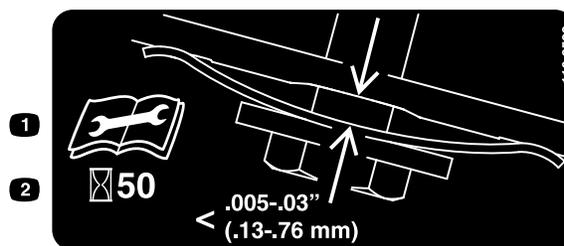

Figura 35
3. Coloque um apalpa-folgas regulado entre 0,13 e 0,76 mm contra a parede e deslize-o para baixo por detrás da mola de tensionamento da correia; consulte a Figura 35.